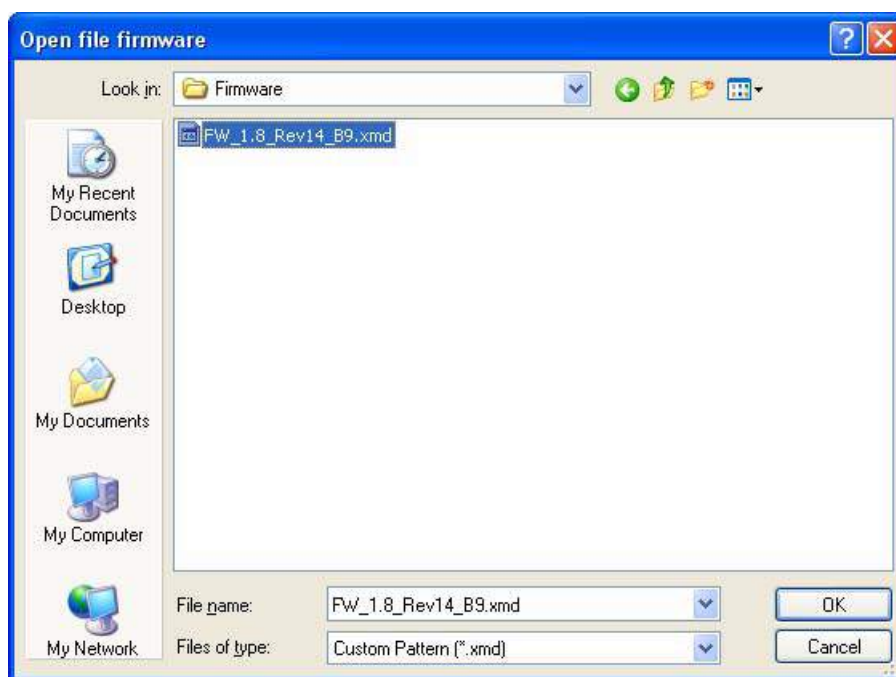

Рисунок 2-9. Загрузка файла
7. Выберите папку, в которой сохранены файлы с новым аппаратно-программным обеспечением. Выберите файл с расширением *.xmd* и нажмите *OK* (Рис. 2-9):